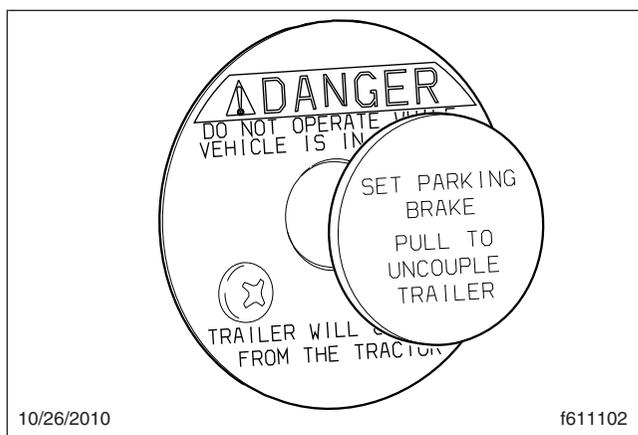

Figura 17.10, Válvula de liberación del perno rey, accionada por aire
Hay una válvula de liberación del perno rey, accionada por aire, que es equipo opcional con toda quinta rueda. Vea la Figura 17.10.
2. Tire de y tenga la válvula de liberación del perno rey hasta que el mecanismo de cierre del perno rey se abra y se trabe en esa posición. Vea la Figura 17.10.